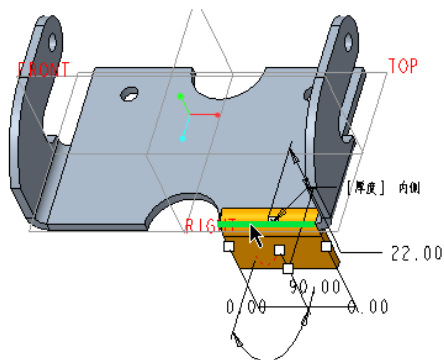

图 5-178 选择连接边
(1) 在功能区“模型”选项卡的“形状”组中单击  (平整) 按钮, 打开“平整”选项卡。
(2) 在“平整”选项卡上设置平整壁形状为“矩形”, 折弯角度为“90°”, 接着选择图 5-178 所示的边线作为连接边。